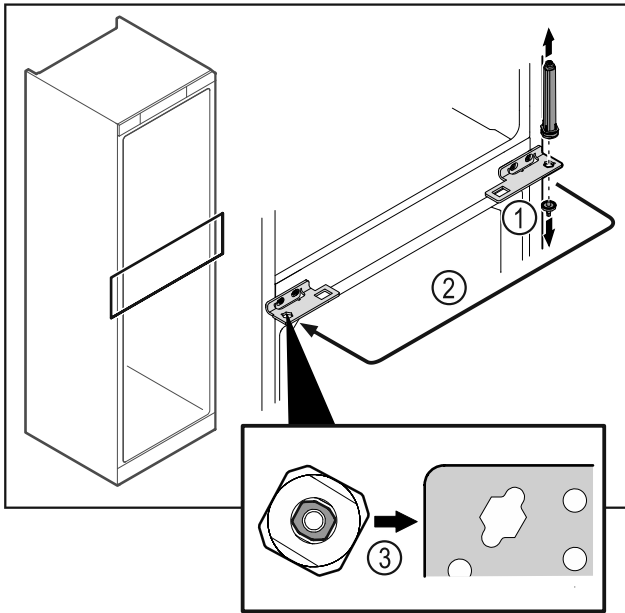

Fig. 49
- ▶ 拧下合页螺栓 Fig. 49 (1)。
- ▶ 调换关门系统 Fig. 49 (2)。
- ▶ 装入时，请留意关门系统 Fig. 49 (3) 是否正确对齐。